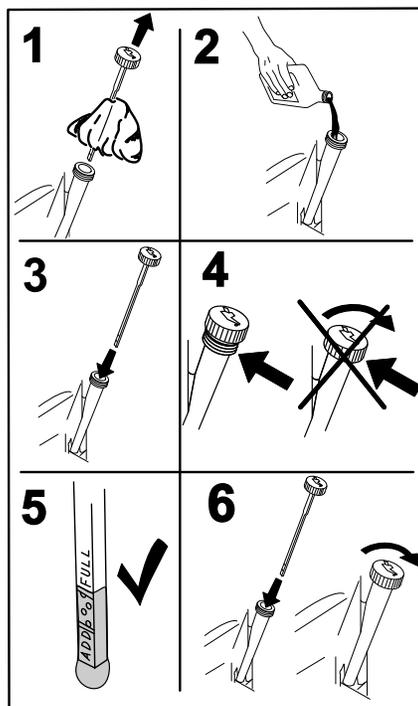

Figure 48
5. Versez lentement environ 80% de l'huile spécifiée dans le tube de remplissage puis faites l'appoint lentement jusqu'à ce que le niveau atteigne le repère du plein (**Full**) (Figure 48).